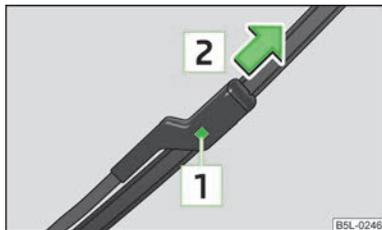

Abb. 31
- Die Sicherung [1] » Abb. 31 drücken, um das Wischerblatt zu entriegeln, und in Pfeilrichtung [2] abziehen.